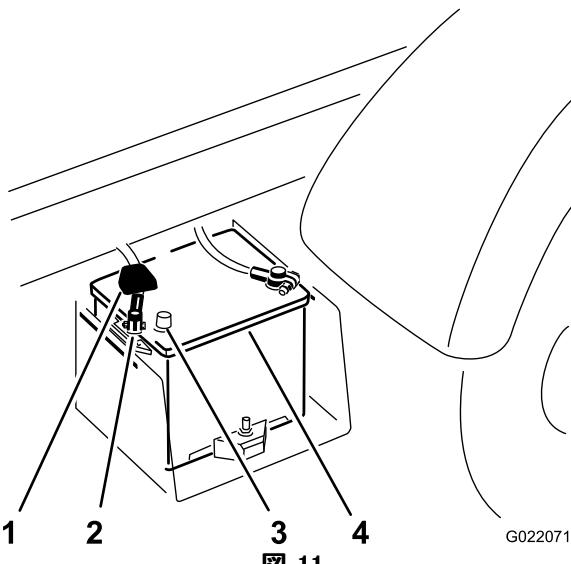

図 11
- C. プラスのバッテリー端子からケーブルを外す(図 11)。
- バッテリーケーブル（プラス）をバッテリーに接続する（図 11）。